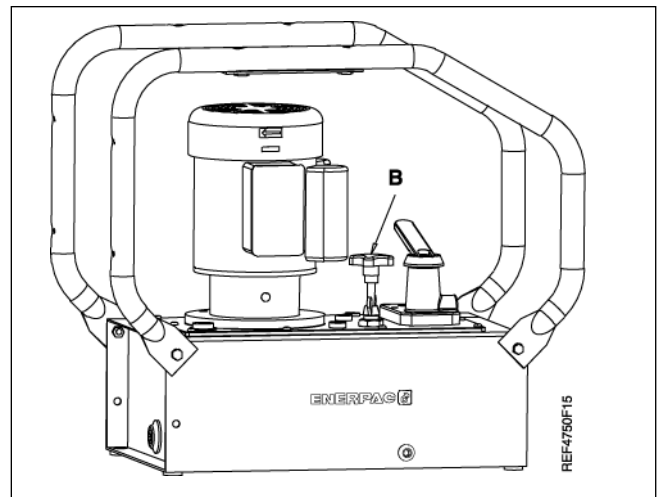

図13
ハッシュ電動油圧ポンプには、ユーザーが設定できるリリーフ弁が付属しています。(図13 の (B) を参照) この調整は以下のように行います。